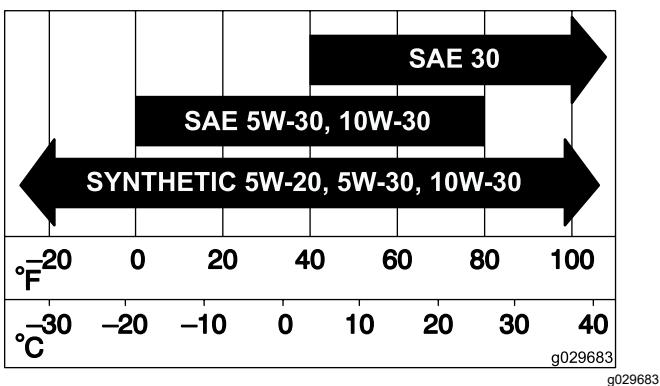

Figure 58
5. Sortez l'élément filtrant du boîtier du filtre avec précaution (Figure 58).
3. Ouvrez les dispositifs de verrouillage du filtre à air et détachez le couvercle du boîtier du filtre (Figure 58).
2. Introduisez le filtre dans son boîtier avec précaution (Figure 58).
3. Remettez en place et verrouillez le couvercle du filtre à air (Figure 58).